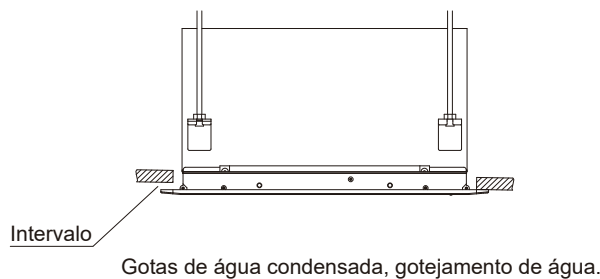
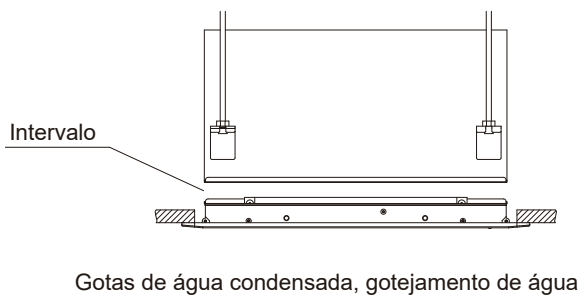

Figura 20
Figura 21
- Para evitar vazamentos de ar e água, certifique-se de que não haja espaço entre o teto, o painel e o corpo da unidade. Consulte a Figura 20 e a Figura 21.